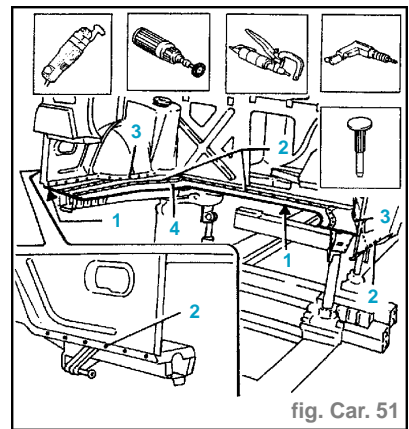

fig. Car. 51
- Sections de découpe (2).
- Utiliser le couteau vibrant avec une lampe appropriée et enlever le traitement en PVC (1) (fig. Car. 51).